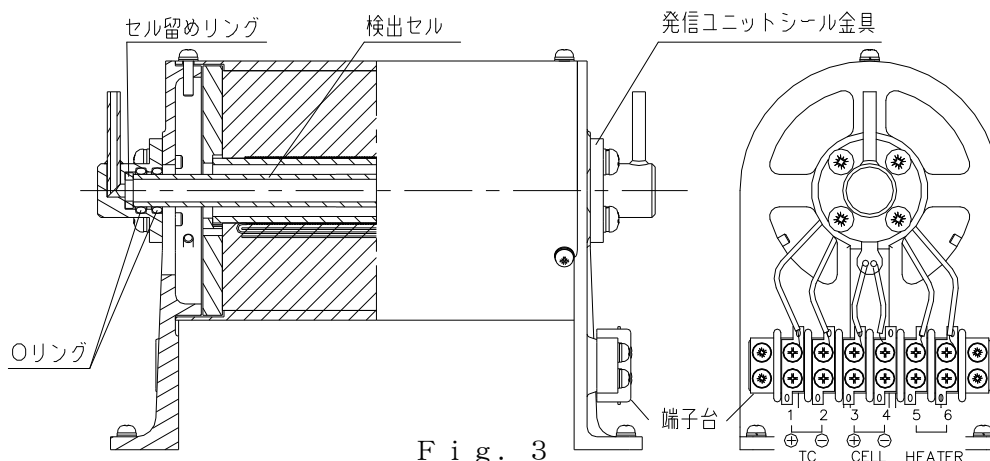

Fig. 3
- (8) 検出セル両サイドの突出部が、ほぼ均等となる位置に合わせ、検出セル外周面の両端から 10mm 範囲にフッ素グリース（耐熱温度 260℃以上）を薄く塗布します。（指定範囲外に付着したフッ素グリースは綺麗に拭き取ります。）
- (9) 発信ユニットシール金具にセル留めリング（片側 1 個）および O リング（片側 2 個）取り付けます。端子台の反対側の面から発信ユニットシール金具を検出セルに挿入し、発信ユニットのビス穴の位置を合わせた後、ビス留めします。この時、端子台の側の検出セル端面を手で軽く押さえておきます。
- (10) 次に端子台の側も同様に発信ユニットシール金具を検出セルに挿入し、ビス留めします。
- (11) セルリード線 ⊕（赤）, ⊖（白）を端子台 3・4 に接続します。 Fig. 3 参照